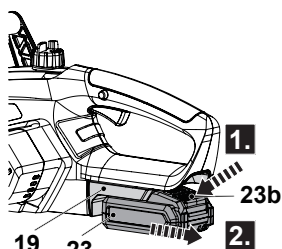

Fig. 14
- Pressionar o botão de libertação (23b) e retirar pacote de baterias (23) da porta de ancoragem da bateria (19) (Fig. 14).